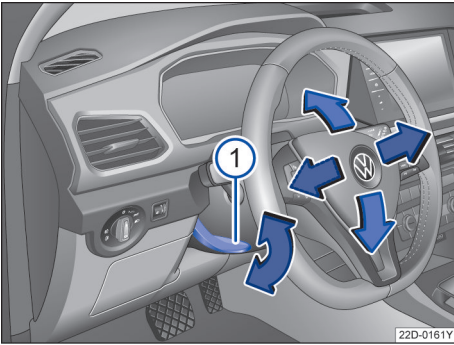

图 60 调节方向盘位置
- 将图示操纵杆→图 60 ① 向下翻转。
- 将操作杆 ① 用力向上推，直至到锁止位置 →▲。